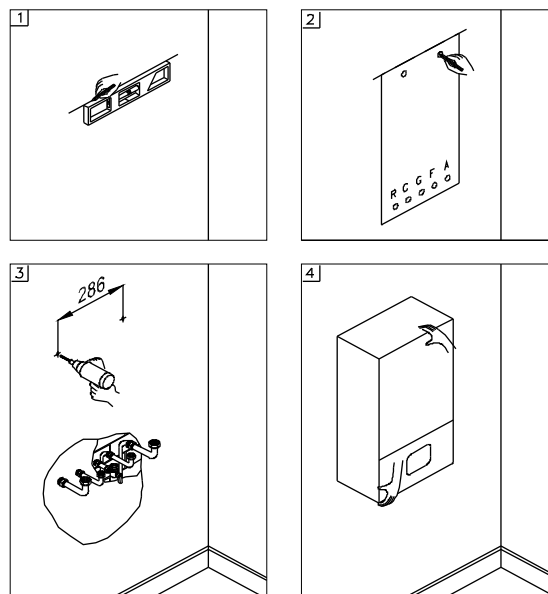

Рис. 2
Котел следует установить так, чтобы было обеспечено свободное пространство для проведения технического обслуживания (см. рис. 1). Для облегчения монтажа в комплект котла входит шаблон, с помощью которого размечаются крепежные отверстия и места для подвода труб. По завершению подготовительных работ останется только повестись на место и подсоединить (рис. 2).
4. Подсоедините фитинги к трубам контура отопления, холодной и горячей воды, и газопроводу. Присоедините к трубам запорные краны (см. рис. 2 и 3).
Для облегчения установки котел поставляется с монтажным комплектом (рис. 2).